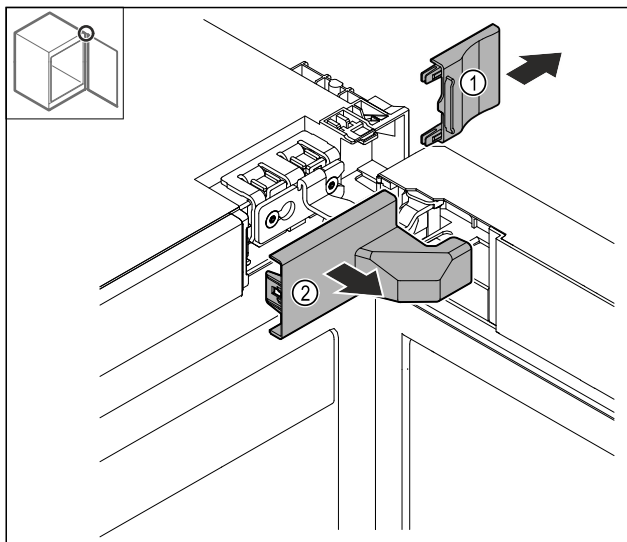

Fig. 6
- Rimuovere la copertura Fig. 6 (1) e poi la copertura Fig. 6 (2).